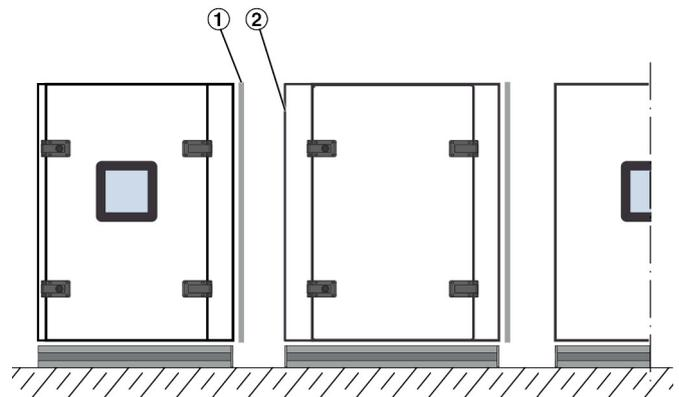

Abb. 11: Dichtungen an den RLT-Bauteilen
1. Die RLT-Bauteile am Montageort entsprechend Montager Reihenfolge so nah wie möglich zusammenstellen, Abb. 11 Hierbei auch die örtlichen Schnittstellen z.B. zu Kanal- und Wasseranschlüssen beachten.
3. An den Verbindungsstellen der RLT-Bauteile sind umlaufende Dichtungen (Abb. 11 /1) angebracht. Die Dichtung befindet sich jeweils nur an einem RLT-Bauteil, das daran anzuschließende Bauteil besitzt keine Dichtung (Abb. 11 /2).